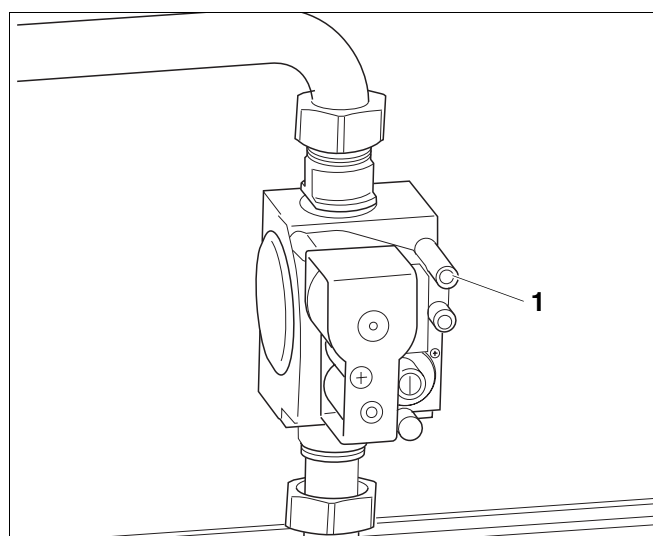

Abb. 51 Gasarmatur „SIT“ 840 Sigma
- Messschlauch entfernen und Verschlusschraube des Messnippels (Abb. 51, **Pos. 1**) wieder festdrehen.